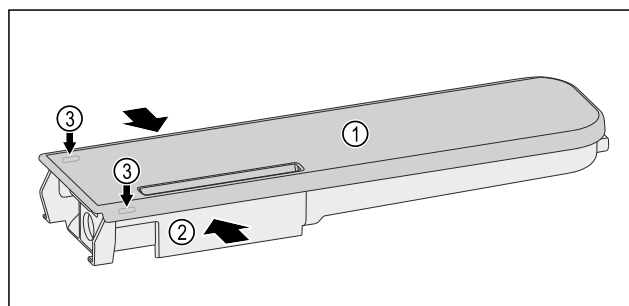

Fig. 189
- Ngjishni enën e ujit *Fig. 189 (2)* dhe ngrini e tërhiqni lart me kujdes kapakun *Fig. 189 (1)* nga gjuhëzat e kapjes *Fig. 189 (3)*.
- Lëvizni lehtë kapakun *Fig. 189 (1)* përpara dhe mbrapa dhe hiqni nga lart.